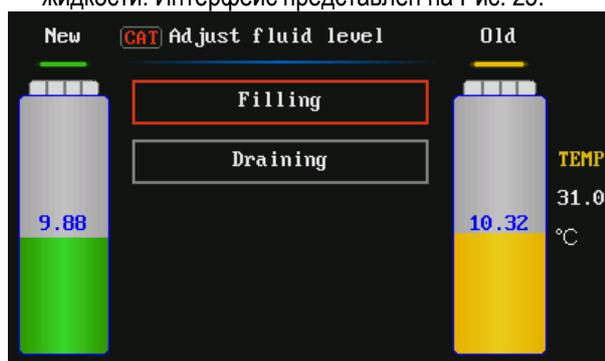

Рис. 25
- 1) Войти в меню "Adjust fluid level" ("Регулировка уровня жидкости"), выбрать "Filling" ("Долівка"), это означает, что жидкость заливается в коробку передач. Максимальный объем регулировки — это объем жидкости внутри бака для новой жидкости. Интерфейс представлен на Рис. 25.
- 1) Войти в меню "Adjust fluid level" ("Регулировка уровня жидкости"), выбрать "Draining" ("Слив"), это означает, что жидкость внутри трансмиссии сливается, как показано на Рис. 25.